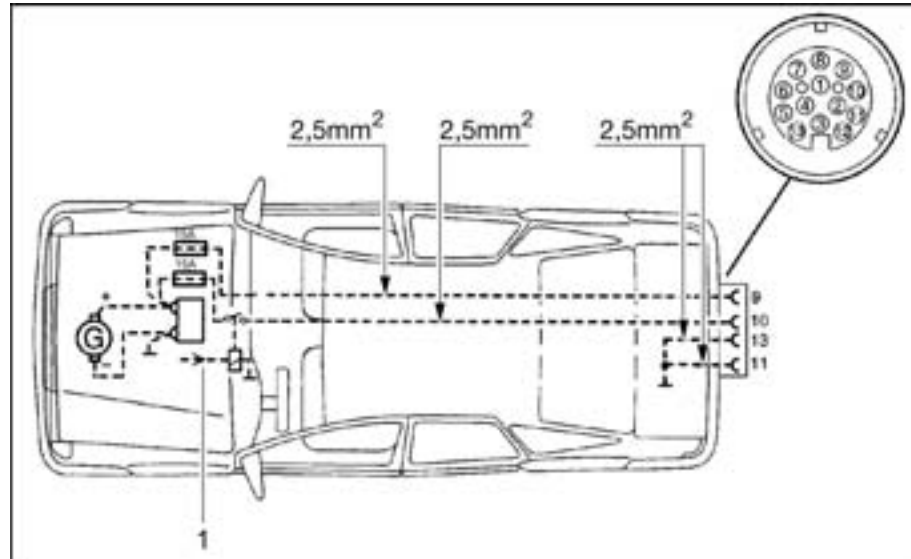

Bild 103 Zugwagen-Installationsplan (Autark-Paket)
- ▷ Das Zugfahrzeug mit den entsprechenden Kabelquerschnitten und einem Relais für die Stromversorgung (gesteuert über Zündung) nachrüsten (siehe Bild 103).